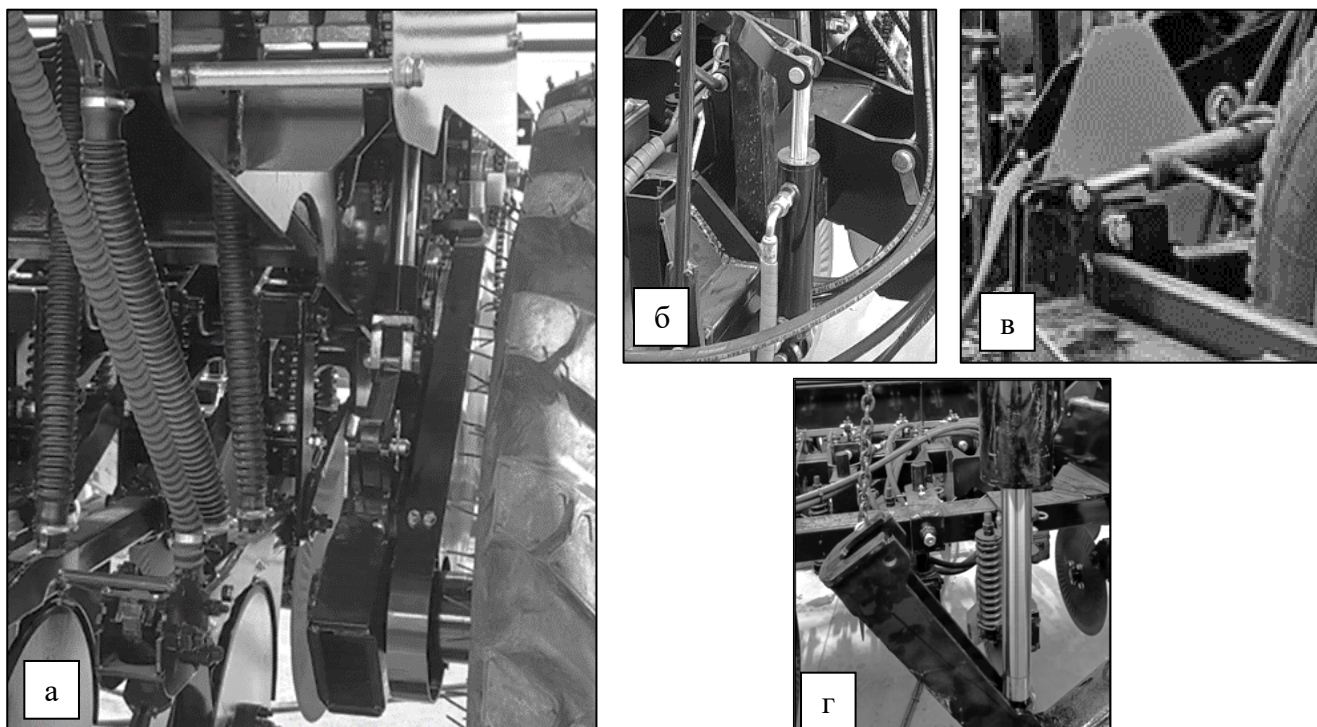

Рисунок 86 – Гидроцилиндры сеялки:
9. Штоки всех гидроцилиндров обильно смазать консистентной смазкой. Обмотать штоки любой бумагой и закрепить её верёвкой или тонкой проволокой. Делается это для предотвращения высыхания смазки до твёрдого состояния. При перемещении штока с засохшей смазкой существует большая вероятность повреждения уплотнительных манжет гидроцилиндров, рис. 86.